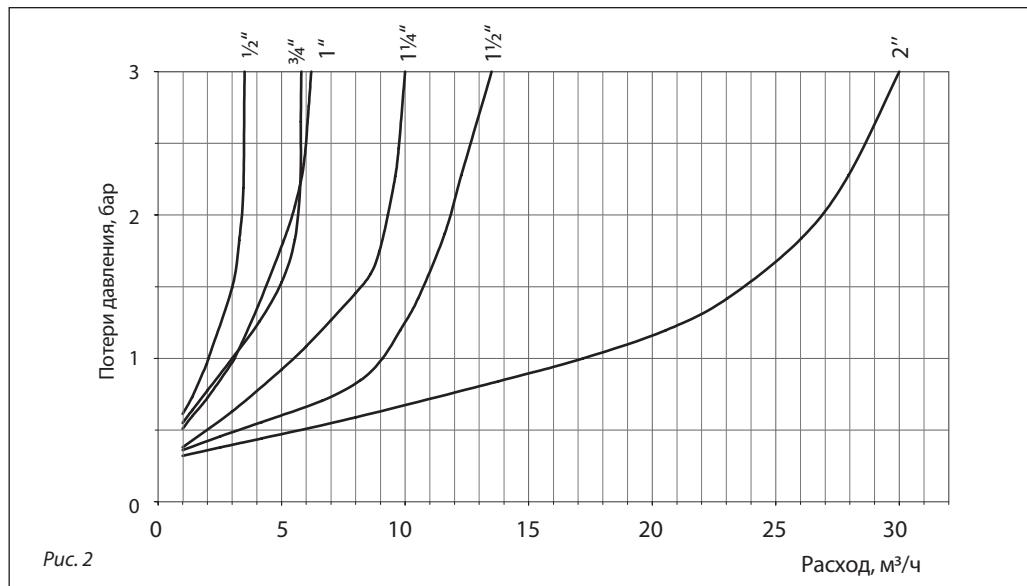

Рис. 2
- 2) выбрать диаметр клапана редукционного 7BIS (рис. 2).
Падение давления в каждом случае зависит от диаметра клапана и расхода среды через клапан и может быть определено по диаграмме на рис. 2;
Выбор диаметра клапана (продолжение)**Пример****Среда:** вода питьевая.**Температура:** 20 °C.**Расход среды через клапан:** 8 м³/ч.**Давление до клапана:** 8 бар.**Требуемое давление после клапана:** 3 бара.**1. Проверка применимости по давлению до и требуемому давлению после клапана (рис. 2).**
Требуемый расход среды через клапан — 8 м³/ч. Согласно диаграмме (рис. 2) для расхода 8 м³/ч можно выбрать клапаны диаметрами: DN 32, DN 40, DN 50.
- 2) выбрать диаметр клапана редукционного 11BIS (рис. 2).